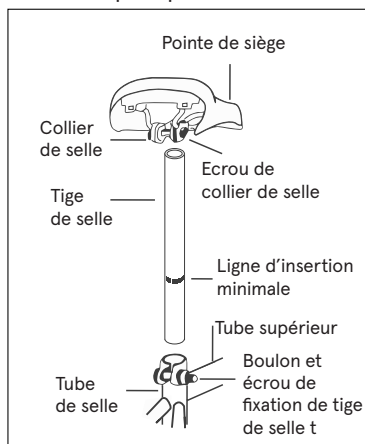

Fig. 8
1. Retirez la protection en plastique de la fourche. (Conservez-le au cas où vous auriez besoin d'un retour.) (**Fig. 8**)
Étap 3: Assemblage de la selle (Voir Fig. 8)